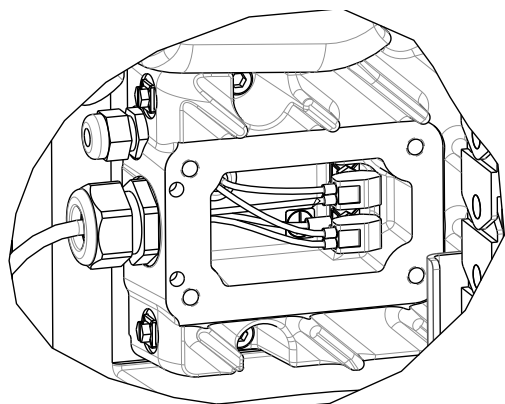

FIG. 47: Fils dans le boîtier du moteur
- a. Si un système d'alimentation ambiant à élévateur unique est utilisé, désactiver l'interrupteur rouge déconnecté (AZ).
- b. Si un système d'alimentation chauffant à élévateur unique est utilisé, désactiver l'interrupteur rouge déconnecté (AZ).
- c. Si un système d'alimentation ambiant à élévateur en tandem est utilisé, mettre à l'arrêt l'interrupteur rouge débranché (AZ) uniquement sur l'unité d'alimentation à élévateur d'où est extrait le moteur.
- d. Si un système d'alimentation chauffé à élévateur en tandem est utilisé, mettre à l'arrêt l'interrupteur rouge débranché (AZ) uniquement sur l'unité d'alimentation à élévateur d'où est extrait le moteur.
4. Déconnecter l'alimentation du moteur (AB).
- a. Retirer le couvercle du boîtier du moteur (HC).
- b. Débrancher les fils qui se trouvent à l'intérieur du boîtier du moteur. Voir FIG. 47.